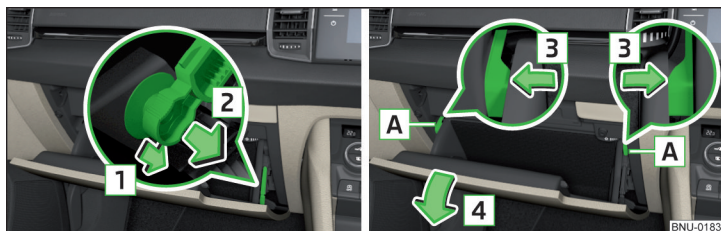

Fig. 342 Vide-poches côté passager
- Déverrouillez la tige de frein dans le sens de la flèche **1** et desserrez dans le sens de la flèche **2** » fig. 342.